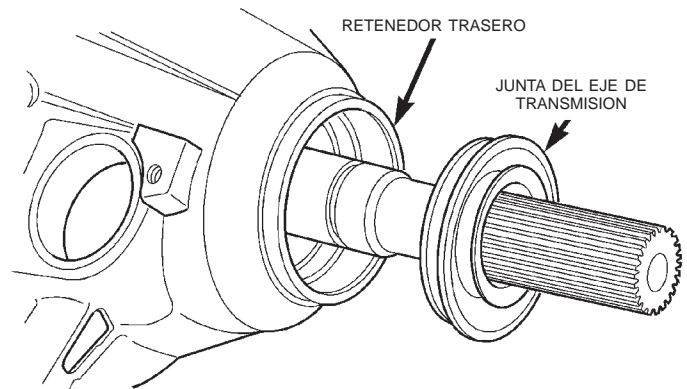

Fig. 10 Junta del retenedor trasero
(6) Mediante una herramienta adecuada para hacer palanca o un tornillo instalado en un martillo de percusión, retire la junta del retenedor trasero (Fig. 10).